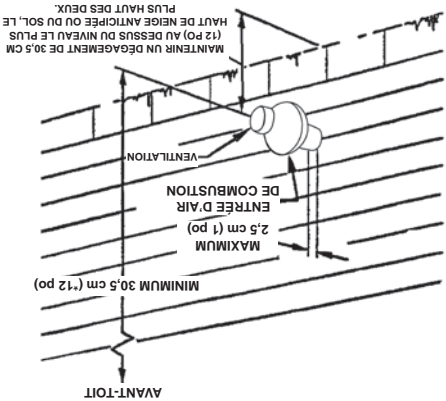

Figure : 29
6. Fixer l'ensemble à la structure tel qu'illustré dans la « Figure : 29 » à l'aide du cerclage en métal fourni sur site ou de matériaux de support équivalents.
REMARQUE : S'assurer que les dimensions de dégagement de l'emplacement de la terminaison soient tel qu'indiqué dans les diagrammes à la « Figure : 29 » et la Figure 30. Lors du prolongement de la longueur du tuyau de 4 po, la longueur ajoutée au-delà de 53,7 cm (21-1/8 po) doit être déduite de l'équivalent maximum en pieds du tuyau de ventilation.